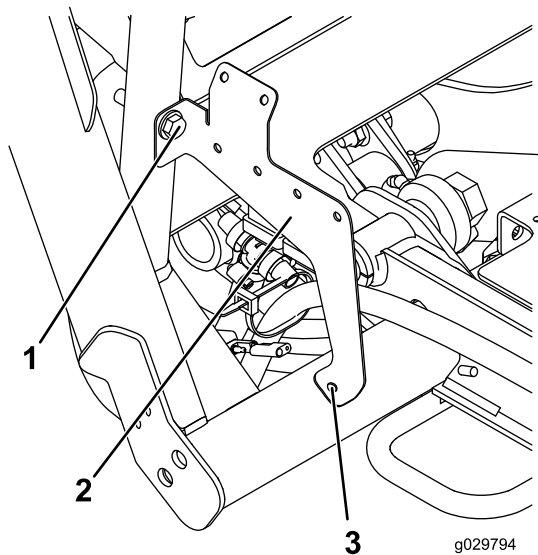

Figura 25
1. Monte provisionalmente el soporte de los relés en el bastidor usando un perno ($\frac{3}{8}$ " x 2"), una arandela (0,406") y una tuerca ($\frac{3}{8}$ "), según se muestra en Figura 25.
2. Marque el punto indicado en Figura 25.